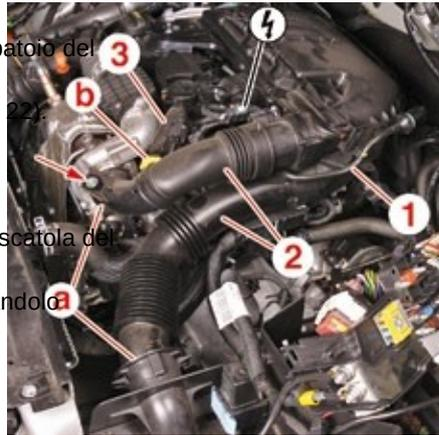
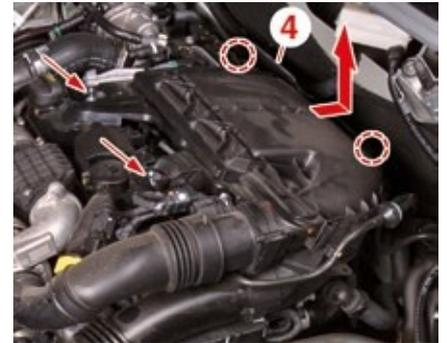

Fig. 22
Fig. 23
- Staccare il condotto a depressione (1) (Fig. 22).
- i condotti dell'aria (2) in (a),
- lo sfiato olio (3) in (b).
- Sganciare la schermatura termica (4) dalla scatola del filtro aria (Fig. 23).